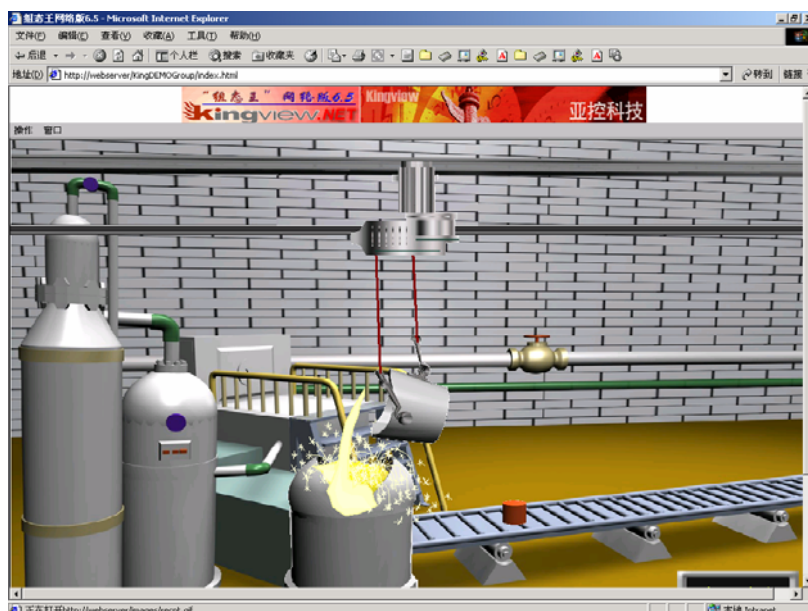

图 12-7 在浏览器中浏览画面
4、 JRE 插件安装完毕后即可浏览到发布的画面，如图 12-7 所示：